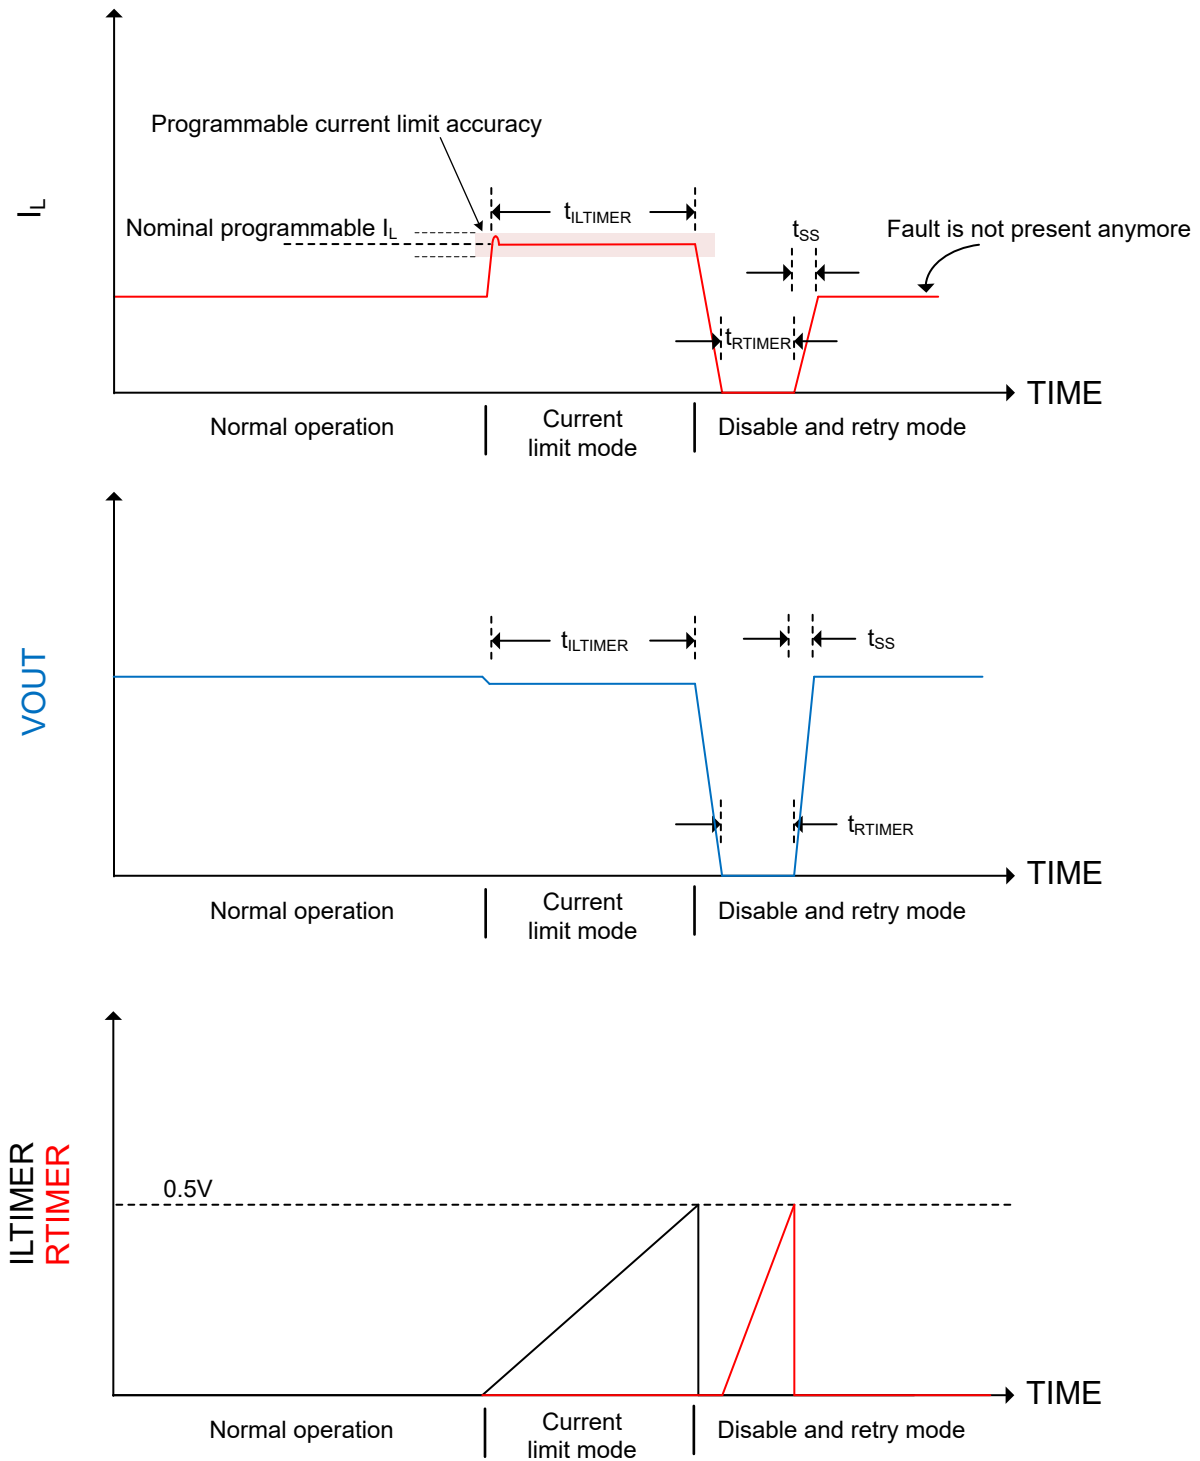

图 8-3. 软短路可编程故障计时器运行（电容器连接到 ILTIMER 和 RTIMER 引脚）
可以使用从  $I_L$  引脚连接到  $GND$  的外部电阻器对电流限制进行编程。该编程电流限制（精度为  $\pm 20\%$ ）是指通过器件的持续电流，因此在最大额定电流（6A）下工作时，需要将编程电流限制设置为高出 20%。可编程电流限制可防止发生软短路，如 图 8-3 所示。 $V_{IN} \leq 3V$  时，请使用 方程式 7 计算电流限制电阻值  $R_{IL}$ （单位是欧姆）； $V_{IN} > 3V$  时，请使用 方程式 8 计算，其中  $I_L$  是编程电流限制值（单位是安培）。
- 图 8-3：使用电流限制计时器和重试计时器的单次软短路事件。
软短路（其中可编程电流限制已达到并进行响应）时，ILTIMER 和 RTIMER 引脚的行为如图 8-3 所示。在该图中，假定在开关禁用并再次启用（重试模式）后故障不存在。如果重试模式后故障存在，器件将进入电流限制模式，并且此循环会一直重复进行直到故障不再存在。